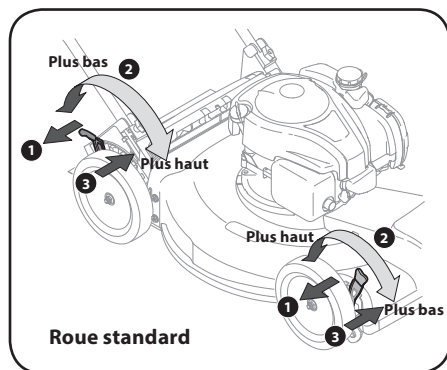
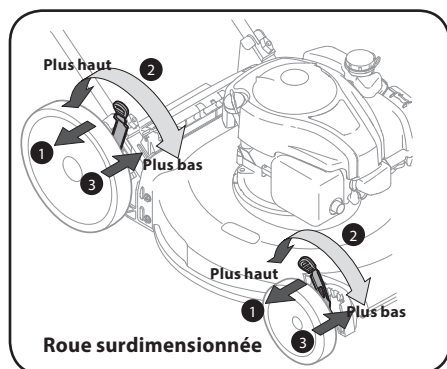

Figure 2-11
Figure 2-12
- Placez le levier à la position désirée pour régler la hauteur de coupe. Voir Figure 2-11 pour les roues standard et Figure 2-12 pour les roues surdimensionnées.
3. Relâchez le levier de réglage vers le plateau de coupe. Voir Figures 2-11 et 2-12.